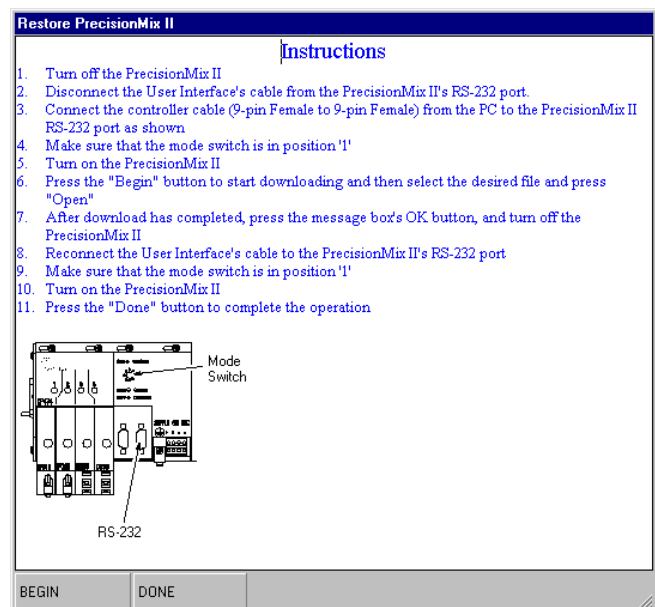

Fig. 13.18
10. Apriete el botón DONE para cerrar la ventana de instrucciones. Vea la Fig. 13.18.